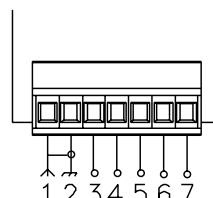

FIG.2
- Estrarre la morsettiera dal circuito ed eseguire i collegamenti rispettando le indicazioni di Fig.2; a questo punto reinserire la morsettiera;